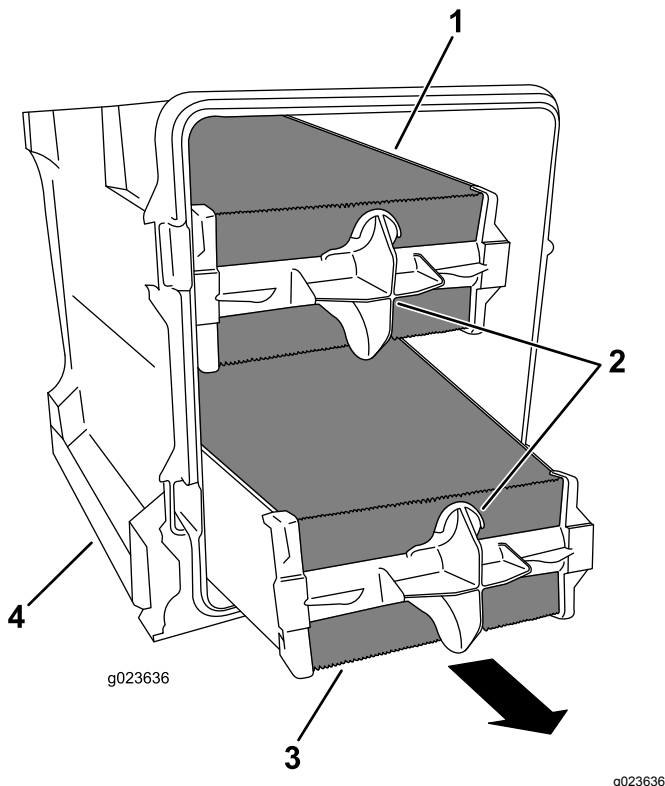

**Bild 89**
4. Nehmen Sie den Hauptfilter mit den Luftfiltergriffen von der Luftfilterabdeckung ab (Bild 89).